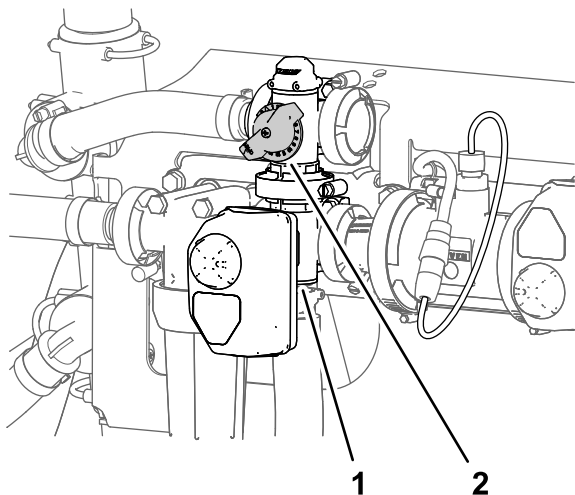

図 40
10. 攪拌バルブの背面についている攪拌バイパスバルブ 図 40 を使って、水圧計の読みシステム水圧が 6.89 bar 7 kg/cm² = 100 psi になるように調整する。